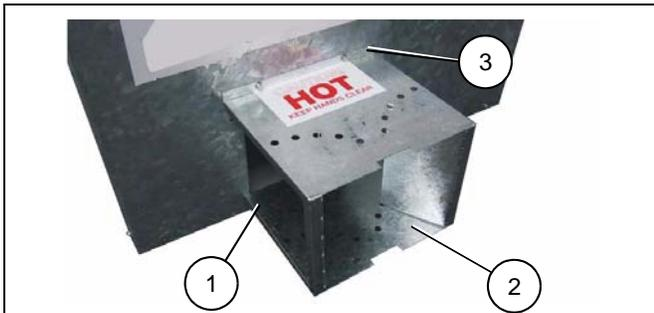

Figure 3A
Le radiateur doit être situé à minimum 12" (305 mm) du plafond, minimum 12" (305 mm) des murs latéraux et arrière, minimum 20" (508 mm) du sol, et positionné de façon à ce que le bétail et les matériaux combustibles ne soient pas en mesure d'entrer en contact avec le radiateur ou à moins de 10' (3 mètres) de la décharge d'air chaud. *(Voir Figure 3A à la Page 14.)*
Pliez le double conduit (1) évasé pour lui donner la forme de la Figure 3A. Installez le double conduit évasé au niveau de l'échappement du radiateur comme indiqué avec les vis (3) à tôle fournies. Cela fournit un flux de chaleur (2) multidirectionnel qui peut être dirigé en pliant les rabats.